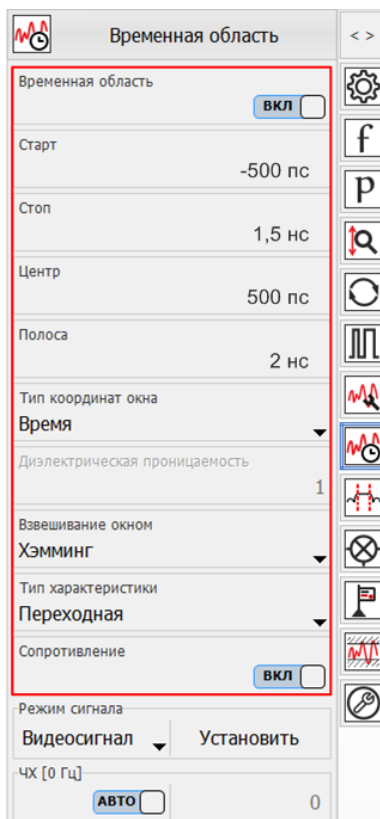

Рис. 6. Задание параметров временного режима для Beatty-стандарт.
9. Настроить панель управления «Временная область» (рис. 6). Задать следующие параметры: